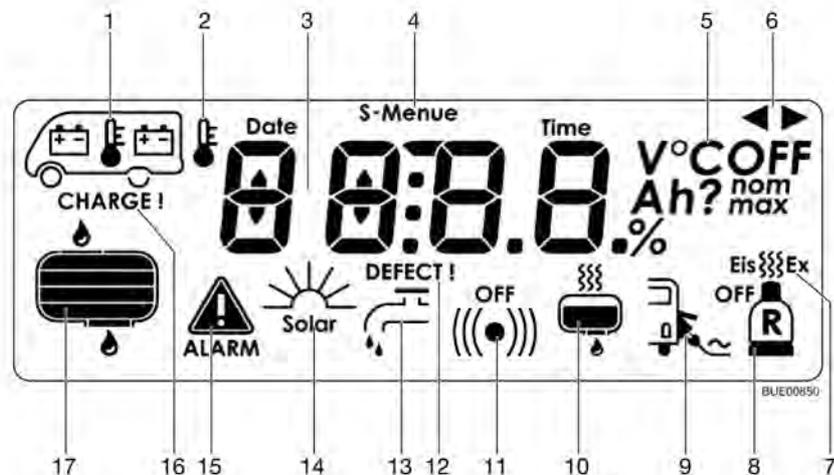

Fig. 106 Rappresentazione simboli su display LCD
- Eis-Ex (Fig. 106,7) inserito/disinserito (opzione).
- Impianto di commutazione per due bombole di gas (Fig. 106,8) (opzione): Il simbolo della bombola del gas appare quando una delle due bombole è vuota. Quando anche la seconda bombola del gas è vuota, lampeggia il simbolo e nel menu base compare ("ALARM") (Fig. 106,15).
- Controllo rete (Fig. 106,9): Il simbolo appare se il veicolo è collegato all'alimentazione a 230 V.
- Riscaldamento del serbatoio delle acque grigie (Fig. 106,10) (opzione): Il simbolo appare se è inserito il riscaldamento del serbatoio delle acque grigie.
- Pompa dell'acqua (Fig. 106,13): Il simbolo appare se è inserita la pompa dell'acqua.
Il menu base appare e i simboli (Fig. 106,1, 15 e 16) iniziano a lampeggiare non appena la tensione della batteria dell'abitacolo scende al di sotto di 12 V (misurazione durante il normale esercizio) con conseguente rischio che la batteria si scarichi troppo. Inoltre lampeggia l'indicatore della tensione nel menu Batteria.
Appare il menu base e il simbolo (Fig. 106,1) lampeggia. Inoltre nel menu Batteria vengono indicati i dati in Ah e il sollecito "CHARGE!".
Appare il menu base e il simbolo (Fig. 106,1) lampeggia. Inoltre nel menu Batteria viene indicato "DEFECT!".